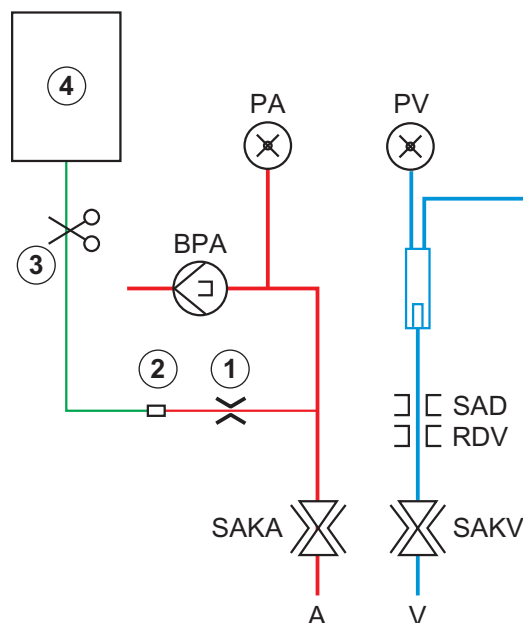

Fig. 6-10 Configuración para el bolo arterial
Si se utiliza un equipo HD, la línea para infusión debe estar conectada a una bolsa de NaCl mediante el adaptador en Y del sistema de líneas de sangre (véase Fig. 6-10 Configuración para el bolo arterial (149)).
Si se utiliza un equipo HDF, el bolo se puede administrar con líquido online mediante la bomba de sustitución (véase el apartado Fig. 6-10 Configuración para el bolo arterial (149)). La línea de sustitución debe estar conectada al puerto de sustitución.
3. Colocar la bolsa de infusión con solución de suero fisiológico (Fig. 6-10, ④) al portasueros.